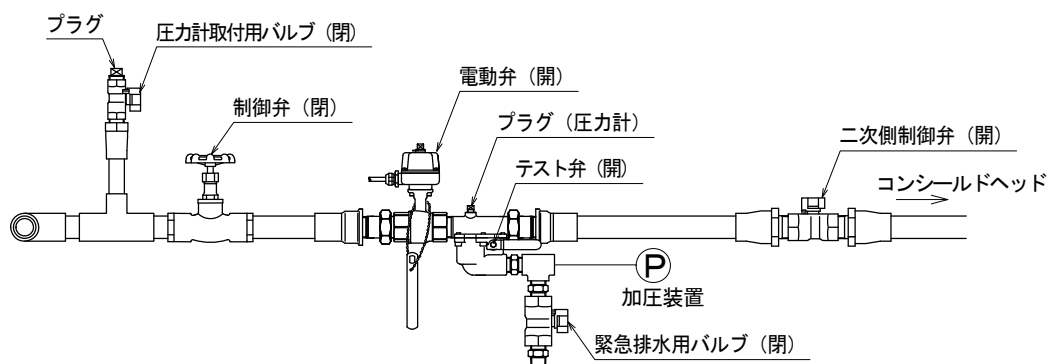

図13. 加圧装置の接続
- ①電動弁ユニットの圧力計を外してプラグ止めしてください。(耐圧試験圧力が付属圧力計の圧力レンジを超える場合)
- ②図13の様に電動弁ユニットの排水口に加圧装置と緊急排水用バルブを接続してください。(緊急排水用バルブは、耐圧試験で漏れが発生し緊急で水を抜く時に使用します。事前にビニール袋やバケツ等をご用意ください。)
- ③電動弁一次側の制御弁を閉止します。
- ④電動弁を開放します。(スプリンクラー制御盤から操作する場合には、スプリンクラー制御盤の開ボタンを長押しして開放してください。手動で開放する場合は、制御盤の電源が入っていない(予備電源が接続されていない)状態にしてから付属ハンドル四角穴を電動弁上面の凸部に引っ掛け、20秒かけてゆっくり回します。)
- ⑤テスト弁を開放し加圧します。電動弁ユニットの圧力計取付部から加圧するなど、排水口から加圧しない場合には、排水口をバルブ止めしてください。(自動排水弁は微少漏れ機能を持っているため、閉止が必要です。)
- ⑥耐圧試験は空気圧または水圧で行い、徐々に加圧してください。圧力と保持時間は下表の通りとします。(試験結果報告書には電動弁一次側耐圧試験圧力と二次側耐圧試験圧力を記載してください。)